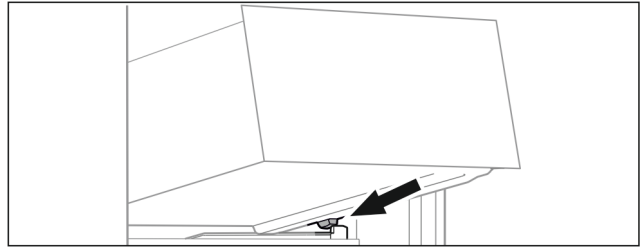

Fig. 104
- Placer le tiroir, en l'inclinant, derrière les butées sur la nervure de récipient. (voir Fig. 104)